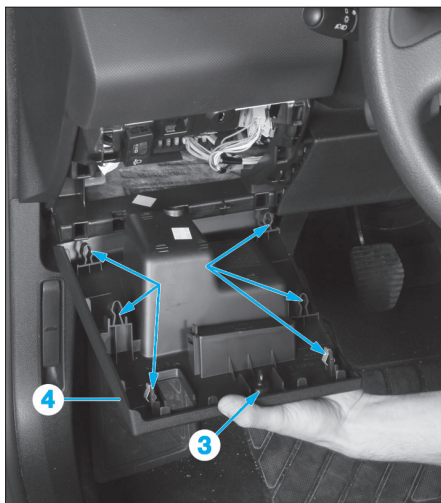

Fig. 5
- Tourner d'un quart de tour la fixation (3) (Fig.5).
- Dégrafer (au niveau des flèches) la garniture inférieure gauche (4) puis la déposer.